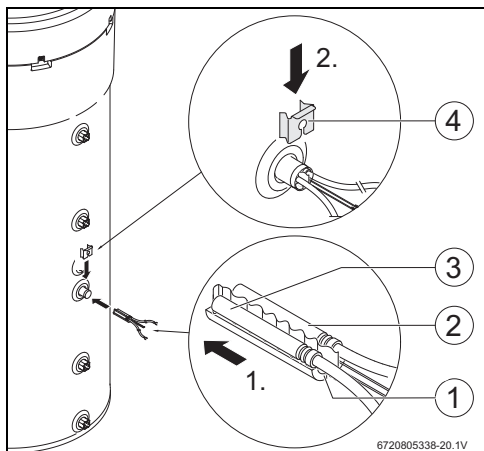

Fig. 7
- ▶ Monter le kit de montage [1], la sonde de température NTC de l'accessoire [2] et la sonde de température NTC du régulateur [3] et les positionner comme indiqué dans la fig 7.